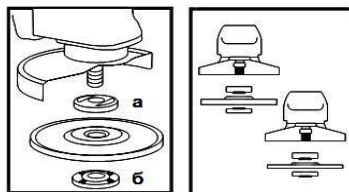

Рисунок 2
4.4 Встановіть на виріб абразивний диск. Для цього натисніть на кнопку фіксації шпинделя (1) і поверніть диск до такого положення, при якому він зафіксується. За допомогою фланцевого ключа з комплекту виробу відверніть і зніміть затискну гайку (б) (дивіться рисунок 2).
Встановіть шліфувальний диск на посадкове місце фланцевої шайби (а) (рисунок 2), наживіть рукою затискну гайку на шпиндель і затягніть її ключем з комплекту виробу.